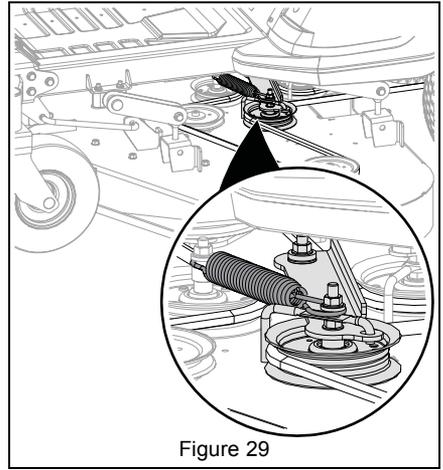

Figure 29
3. Connecter le ressort du tendeur. Voir Figure 29.